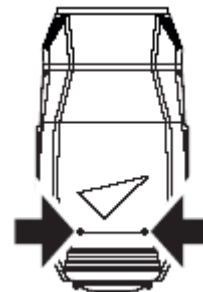

Рисунок 20. Винты панели головной части
2. Снимите обе панели головной части, ослабив их стопорные винты на четверть оборота (см. рисунок 20).
3. Удалите два стопорных винта (см. рисунок 20) из верхней панели и снимите ее с головной части. Панель будет удерживаться страховочный трос, в противном случае отсоедините страховочный трос и снимите панель полностью.